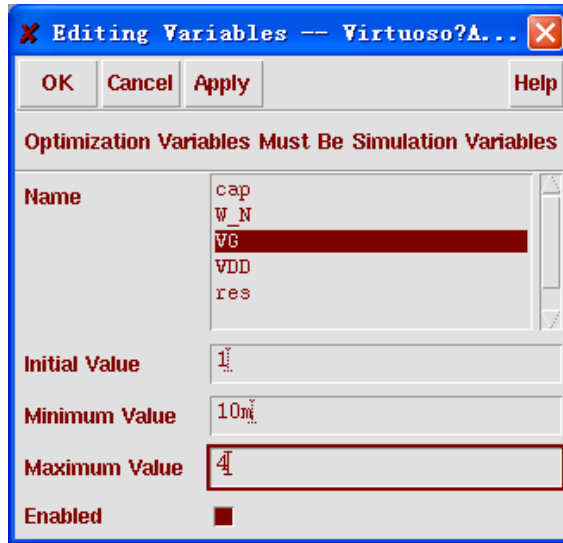

图 11.27 变量“VG”设定后的窗口
7) 如果想在当前优化中包含这个设计变量，请确定“Enable”栏被选中完成所有设置的“Editing Variables”窗口，如图 11.27 所示。